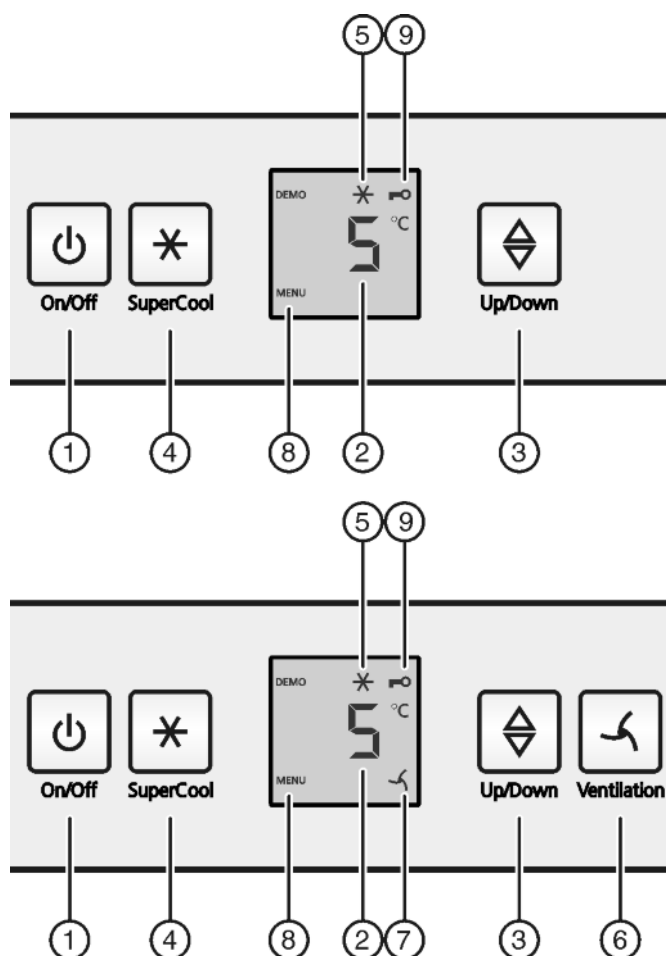

Fig. 2
- ▶ Pritisnite tipku za On/Off *Fig. 2 (1)*.
- ▶ Pritisnite tipku SuperCool *Fig. 2 (4)* na oko 5 sekundi.
- ▷ Na zaslonu se prikazuje simbol 'izbornik' *Fig. 2 (8)*.
- ▶ Kratko potvrdite tipkom SuperCool *Fig. 2 (4)*.
- ▷ Simbol 'osiguranje za djecu' *Fig. 2 (9)* svijetli na zaslonu.
- ▶ Kratko pritisnite tipku On/Off *Fig. 2 (1)*.
- ▶ Pozivanje funkcije temperature: Pritisnite tipku za podešavanje *Fig. 2 (3)*.
- ▶ Mijenanje temperature u koracima od 1 °C: Tipku za podešavanje *Fig. 2 (3)* pritišćite toliko puta dok na prikazu temperature ne zasvijetli željena temperatura.
- ▶ Kratko pritisnite tipku SuperCool *Fig. 2 (4)*.
- ▷ Simbol SuperCool *Fig. 2 (5)* svijetli na prikazu.
- ▷ Simbol SuperCool *Fig. 2 (5)* se gasi na prikazu.
- ▶ Kratko pritisnite tipku Ventilacija Fig. 2 (6).
- ▷ Simbol za ventilaciju Fig. 2 (7) svijetli.
- ▷ Simbol za ventilaciju Fig. 2 (7) se ugasi.